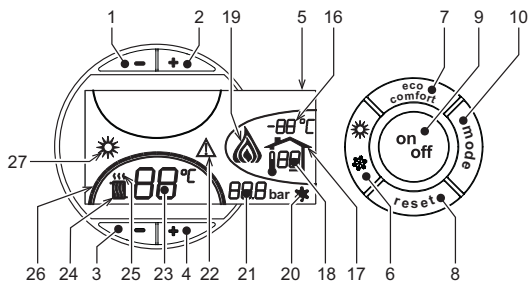
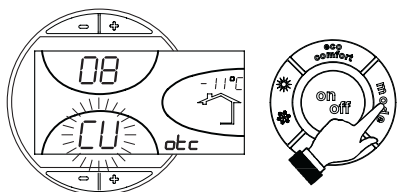
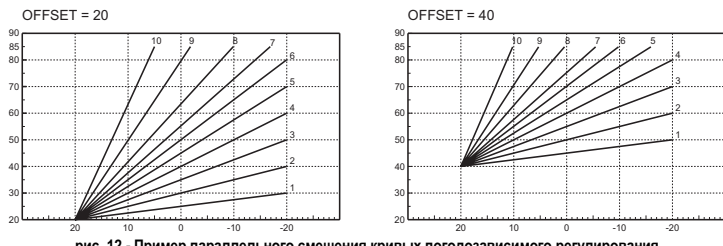

рис. 1 - Панель управления
рис. 9 - Кривая погодозависимого регулирования
рис. 12 - Пример параллельного смещения кривых погодозависимого регулирования
Нажмите клавишу on/off (поз. 9 - рис. 1) в течение 1 секунды.
Для повторного включения котла снова нажмите клавишу on/off (поз. 9 рис. 1) в течение 1 секунды.
- Нажмите кнопку ВКЛ/ВЫКП (9 - рис. 1)
Нажмите клавишу Лето/Зима (поз. 6 - рис. 1) на 1 секунду.
На дисплее высвечивается символ "Лето" (поз. 27 - рис. 1). При этом котел будет вырабатывать только воду для ГВС. Остается активная система защиты от замерзания.
Для выключения режима "Лето" вновь нажмите клавишу Лето/Зима (Поз. 6 - рис. 1) на 1 секунду.
Температура в системе отопления регулируется в пределах от 30 °C до 80 °C с помощью клавиш (поз. 3 и 4 - рис. 1); однако, не рекомендуется эксплуатировать котел при температуре ниже 45 °C.
Температура в системе ГВС регулируется в пределах от 10°C до 65°C с помощью клавиш (поз. 1 и 2 - рис. 1).
При наличии датчика температуры наружного воздуха (опция) на дисплее панели управления (поз. 5 - рис. 1) отображается измеряемая этим датчиком температура. При этом система управления котлом работает в режиме "Плавающая температура". В этом режиме температура воды, подаваемой в систему отопления, регулируется в зависимости от климатических условий внешней среды с тем, чтобы обеспечить максимальный комфорт и экономию энергетических ресурсов в течение всего года. Так, при повышении внешней температуры понижается температура подачи воды в систему отопления, что производится по определенной "кривой погодозависимого регулирования".
С переключением на режим "Плавающей температуры" показатель температуры, устанавливаемый клавишами (дет. 3 и 4 - рис. 1) соответствует максимальной температуре подачи воды в систему отопления. Рекомендуется задавать максимальное значение температуры с тем, чтобы позволить системе регулировать ее по всему рабочему диапазону.
При однократном нажатии клавиши Режим (поз. 10 - рис. 1) на дисплее высвечивается текущая кривая погодозависимого регулирования (рис. 9), которую можно изменить с помощью клавиш задания температуры воды ГВС (поз. 1 и 2 - рис. 1).
При нажатии клавиш регулировки температуры отопления (поз. 3 и 4 - рис. 1) получается доступ к функции параллельного изменения кривых (рис. 12), выполняемого с помощью клавиш регулировки температуры в контуре ГВС (поз. 1 и 2 - рис. 1).
При повторном нажатии клавиши Режим (поз. 10 - рис. 1) осуществляется выход из режима регулировки параллельных кривых.
Если к котлу подключено устройство дистанционного управления с таймером (опция), вышеописанные регулировки производятся в соответствии с указаниями, приведенными в таблице 1. При этом на дисплее пульта управления (поз. 5 - рис. 1) высвечивается температура в помещении, измеряемая устройством дистанционного управления.
Переключение режимов "Лето"/"Зима"	Режим "Лето" обладает приоритетом над командой на включение отопления, которая может поступить от пульта ДУ с таймером. При выключении режима ГВС с пульта ДУ котел переходит в режим "Eco-pot". В этих условиях клавиша 7 рис. 1 - на панели котла отключена.
Выбор режимов ECO/COMFORT	При включении режима ГВС с устройства ДУ с таймером котел устанавливается в режим Comfort. В этих условиях с помощью клавиши 7 рис. 1 - на панели управления котла можно выбрать любой из этих двух режимов.